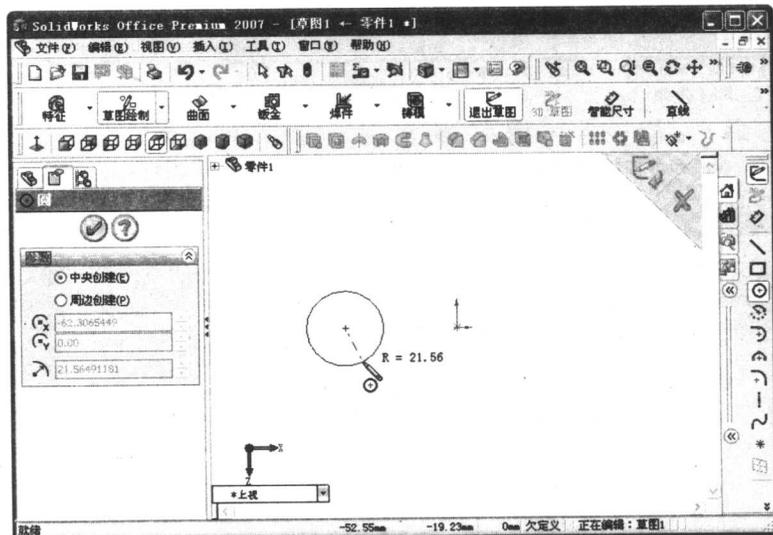

图 1.7 绘制圆的形状
② 移动鼠标指针拖动圆,此时在指针附近显示变化的当前圆的半径,在所需半径位置上单击,确定圆的形状,如图 1.7 所示。